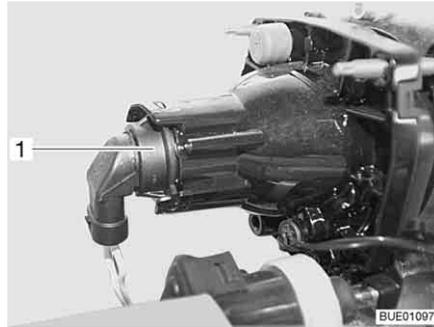

Fig. 285 Médios/Máximos/Luz de presença
- Meta a mão atrás do porta lâmpadas (Fig. 285,1).